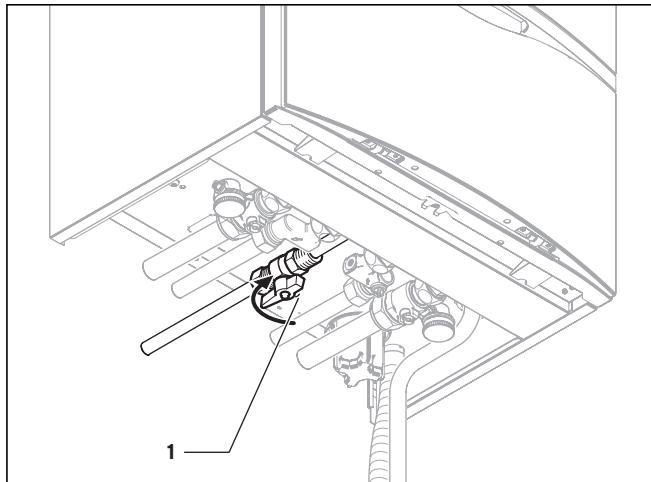
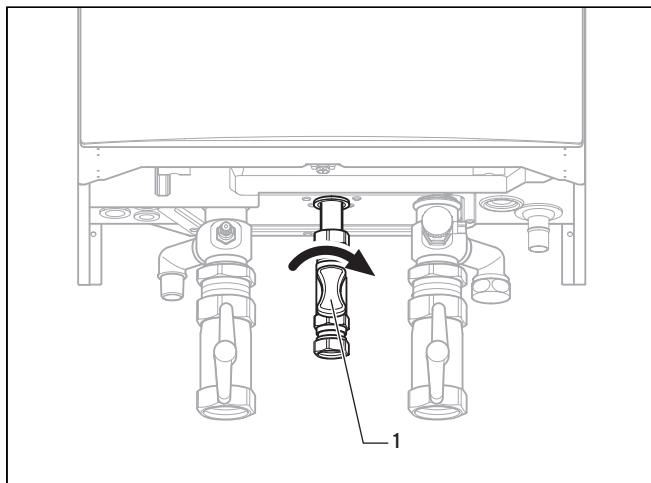

Рис. 2.1 Закрывание газового запорного крана
Рис. 2.2 Закрывание газового запорного крана
- Закройте газовый запорный кран (1), см. рис. 2.1 и рис. 2.2.